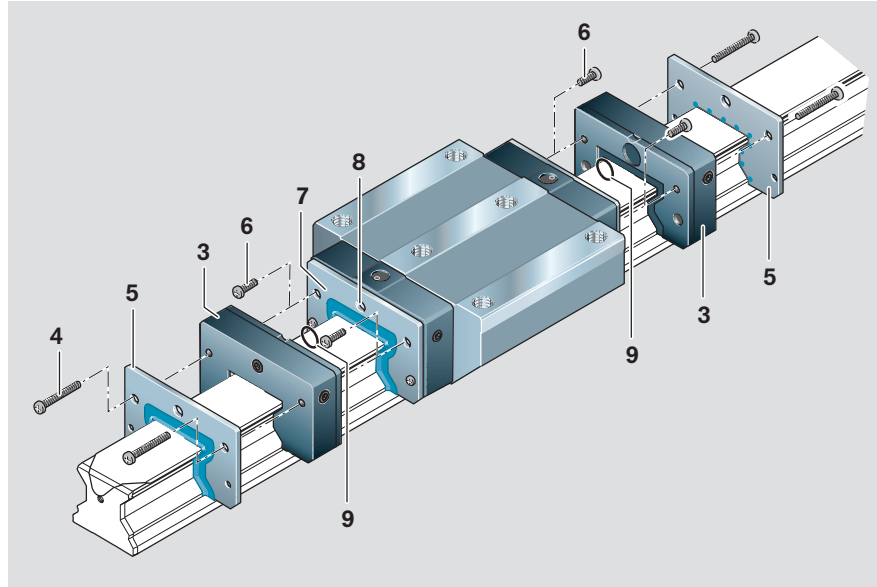

Figura 3
**⚠ ¡Montar a ambos lados del patín las placas adicionales de lubricación (figura 3, posición 3)!**
- Retirar los tornillos (figura 3, posición 6) – en el tamaño 65 son cuatro tornillos. ¡Los tornillos (6) no pueden volver a utilizarse!
- Las placas frontales (7) existentes quedan montadas en el patín.
- Deslizar las placas adicionales de lubricación (3) y las juntas frontales adicionales (5) sobre el raíl guía y alinearlos con los patines.
- En el tamaño 25 se deberán retirar los pasadores roscados (8) y colocar las juntas tóricas (9) entre el patín y las placas adicionales de lubricación.
- Ajustar los tornillos (4) según el par de apriete  $M_A$  (véase tabla 3).